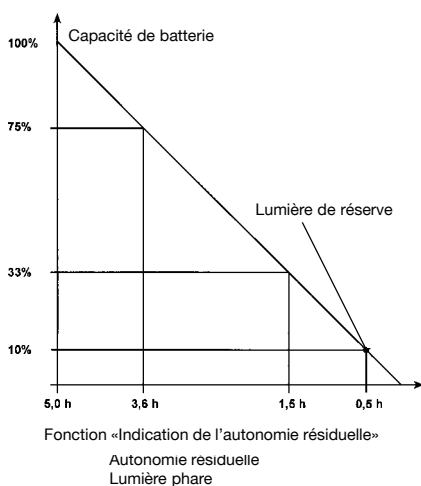

fig. 3
Une LED bicolore (disposée à côté de la poignée) indique l'autonomie ou l'état de charge de la lampe (fig. 3).
3. Monter le nouveau jeu d'accus et fermer le bac en ordre inverse (fig. 3).